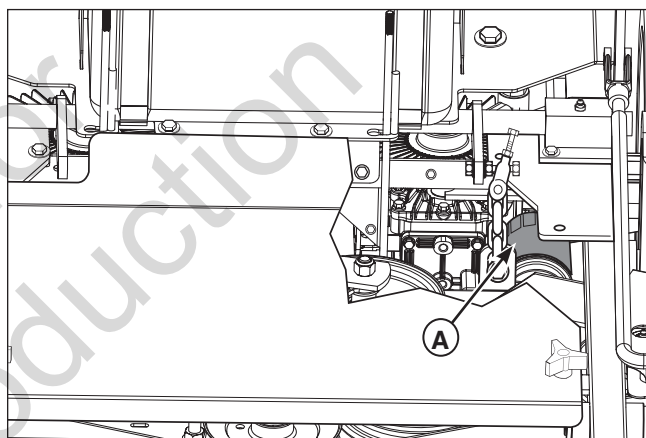

Figura 32. Posizione del filtro dell'olio della trasmissione (quello illustrato è il lato sinistro con la protezione del piano rimossa.)
2. Mettere un contenitore per raccogliere lo scolo sotto ogni trasmissione e togliere i filtri per scolare l'olio. Vedere la Figura 32.